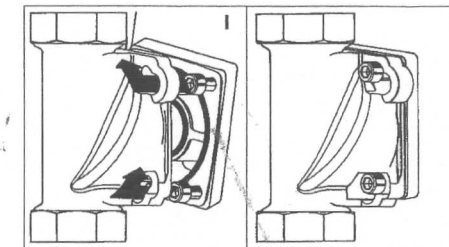

Fig. 2: Bride de montage rotative à baïonnette
- Introduire les quatre vis M6x25 de la bride dans les trous percés à cet effet (cf. fig. 2 I).
- Tourner le filtre dans le sens des aiguilles d'une montre jusqu'à la butée (cf. fig. 2 II).